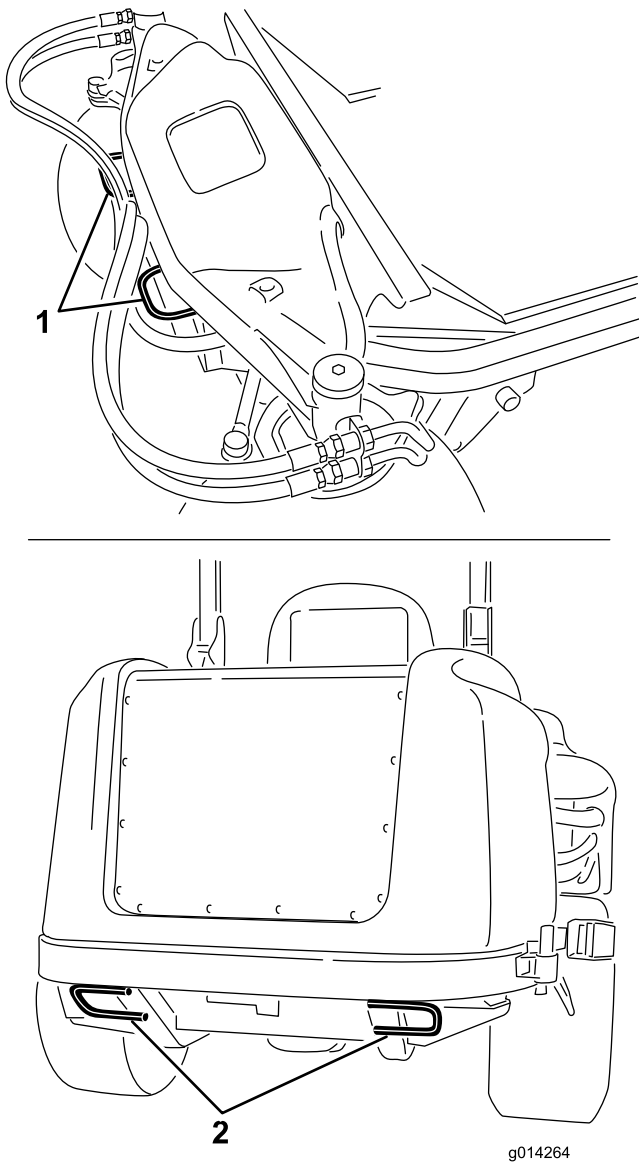

Figure 36
- Arrimez solidement la machine sur la remorque ou le véhicule de transport avec des sangles, des chaînes, des câbles ou des cordes, selon les exigences de la réglementation locale en vigueur dans votre région (Figure 36).